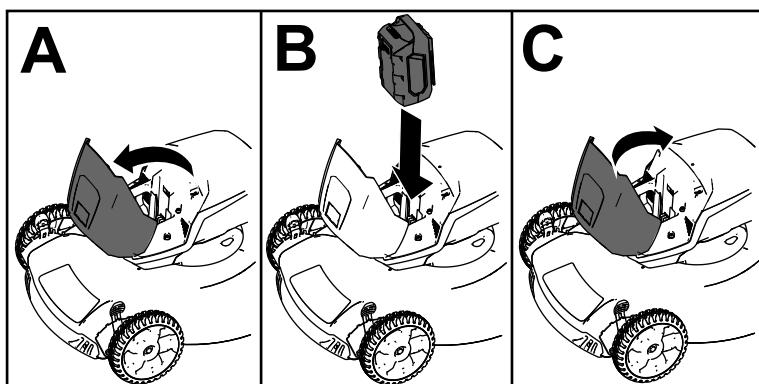

Bild 10
2. Öffnen Sie den Deckel des Akkukastens (A in Bild 10).
3. Richten Sie die Vertiefung im Akkupack mit der Nase an der Maschine aus und schieben Sie den Akkupack in den Kasten, bis er in seiner Position einrastet (B in Bild 10).
4. Schließen Sie den Deckel des Akkukastens (C in Bild 10).